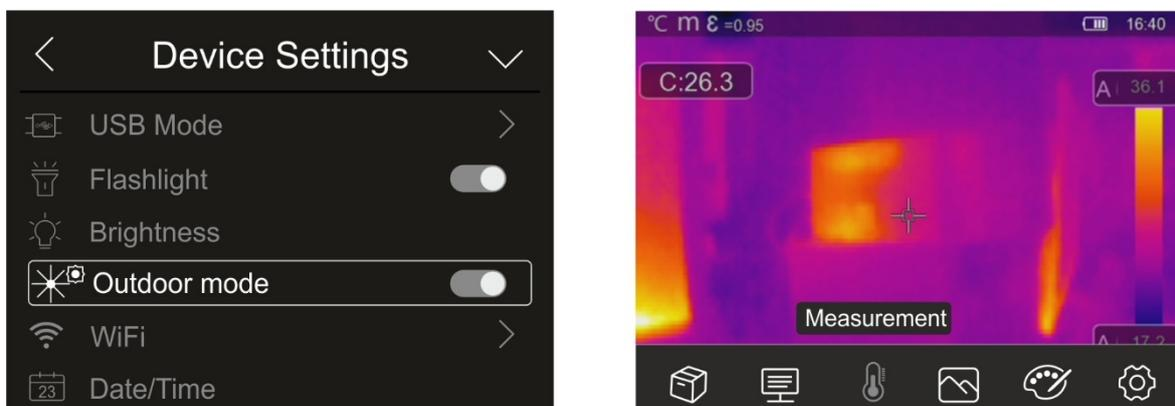

Fig. 16: Activación de modo externo
1. Toque el "Outdoor mode" para activar/desactivar los colores invertidos de los iconos en la barra inferior de la pantalla para mejorar la visibilidad en el ambiente externo. La siguiente pantalla de la Fig. 16 - parte derecha aparece en la pantalla